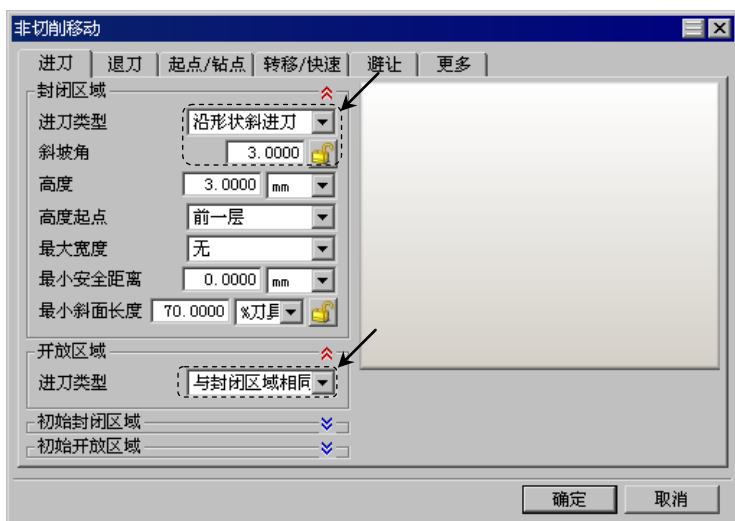

图 3.6 “进刀”选项卡
Step2. 单击 “非切削移动” 对话框中的 **进刀** 选项卡，设置图 3.6 所示的参数。